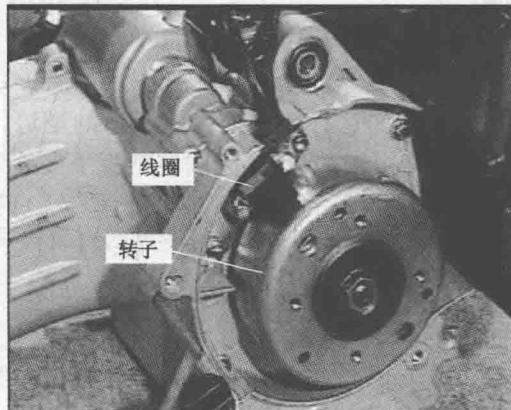

图 1-9 CDI 无触点电子点火系统
(26)CDI。国内大部分厂家对无触点电子点火系统的标识。确切的含义为电容放电式点火系统，基本组成如图 1-9 所示。